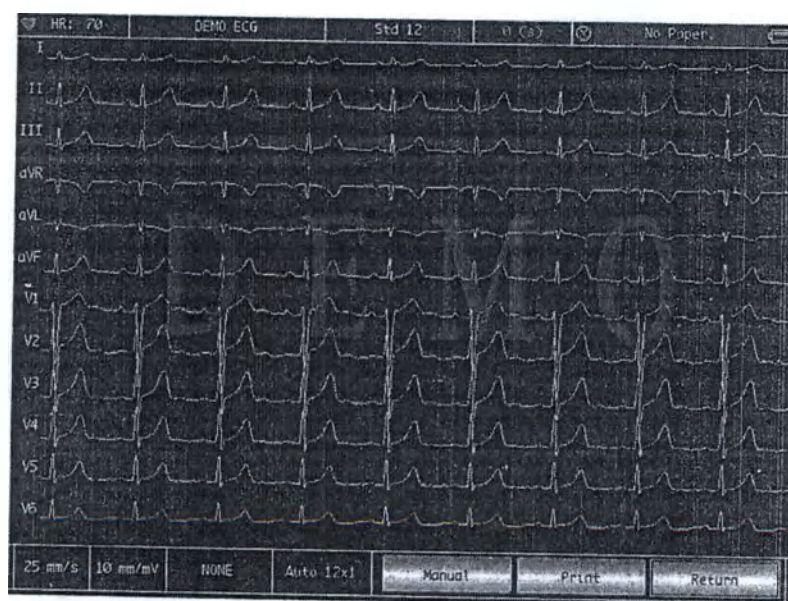

Рисунок 10-1
1. При записи устройство остановит ход бумаги в случае отсутствия бумаги, а на ЖК-дисплее отобразится сообщение об отсутствии бумаги, показанное на рисунке ниже (см. рис. 10-1)